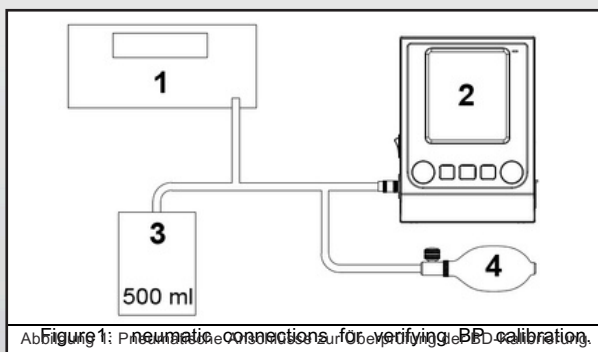

Figure 1: pneumatic connections for verifying BP calibration.
- 9.4.1.6 Stellen Sie die erforderlichen Verbindungen unter Verwendung der Materialien her, die in der Liste der benötigten Geräte aufgeführt sind. Siehe Abbildung 1 für pneumatische Anschlüsse.